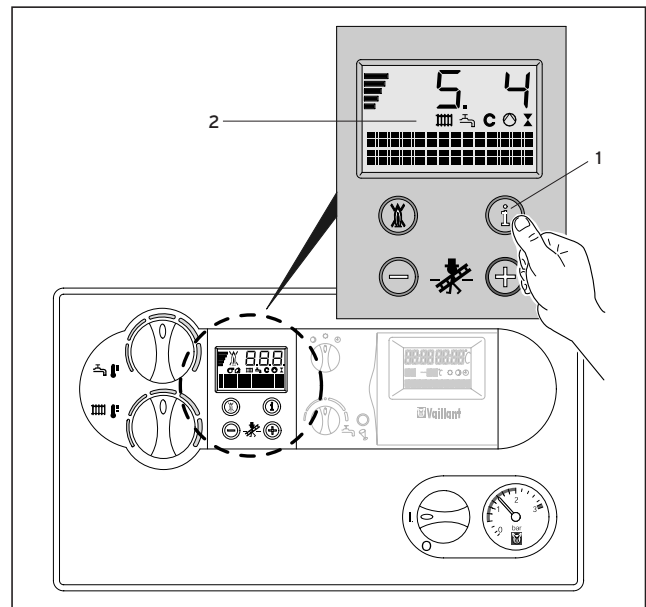

Abb. 3.15 Statusanzeigen
3.6 Statusanzeigen (Abb. 3.15) (Für Wartungs- und Servicearbeiten durch den Fachhandwerker)
- Die Statusanzeigen werden durch Betätigen der Taste „i“ (1) aktiviert.